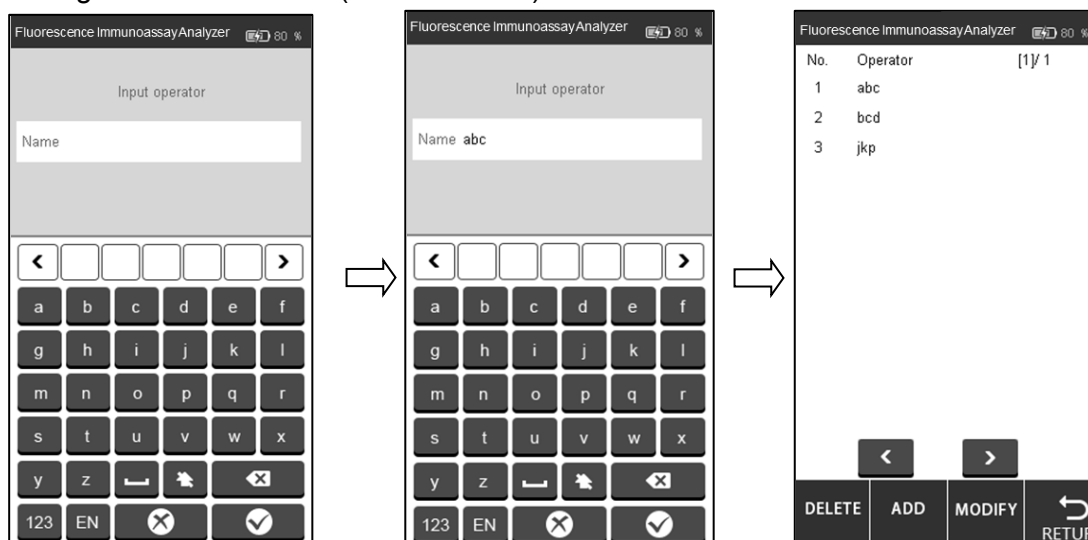
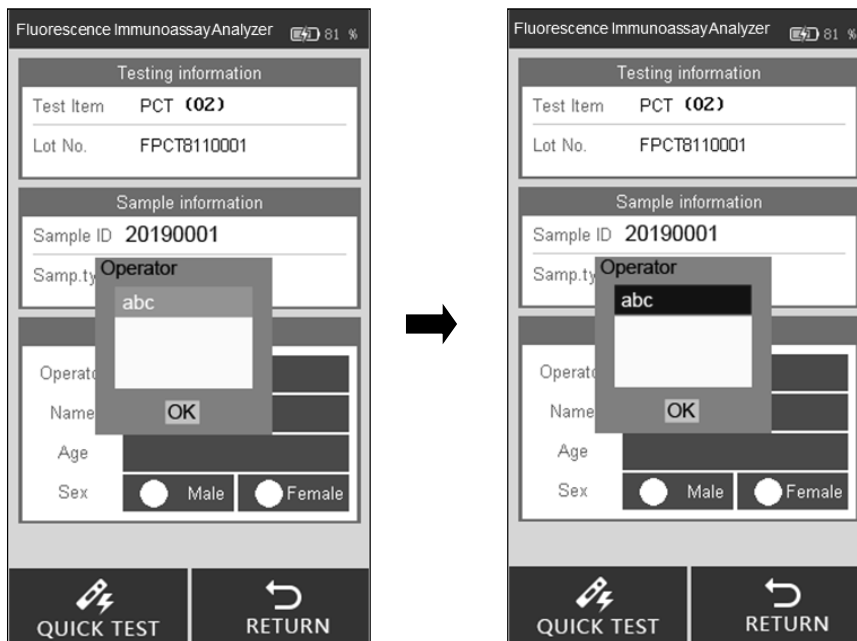

Abb. 18
Abb. 31
Klicken Sie auf „**ADD**“, geben Sie den Namen des Bedieners ein und klicken Sie auf , um das Hinzufügen abzuschließen. (Siehe Abb. 18)
Klicken Sie auf den Bediener, der gelöscht oder geändert werden soll. Die Farbe ändert sich zu Blau. Klicken Sie auf „**DELETE**“, um den ausgewählten Bediener zu löschen. Klicken Sie auf „**MODIFY**“, um den Bildschirm wie in Abb. 18 dargestellt zu öffnen.
Schritt 5: Geben Sie die Patientendaten ein, wie Bediener, Patientenname, Alter und Geschlecht. Tippen Sie auf den Bereich neben „Operator“. Der Bildschirm wird wie in Abb. 31 dargestellt angezeigt. Wählen Sie den „Operator“ aus. Das Ausfüllen der Bedienerinformationen wird in Abb. 18 in Abschnitt 5.1.1 erläutert.